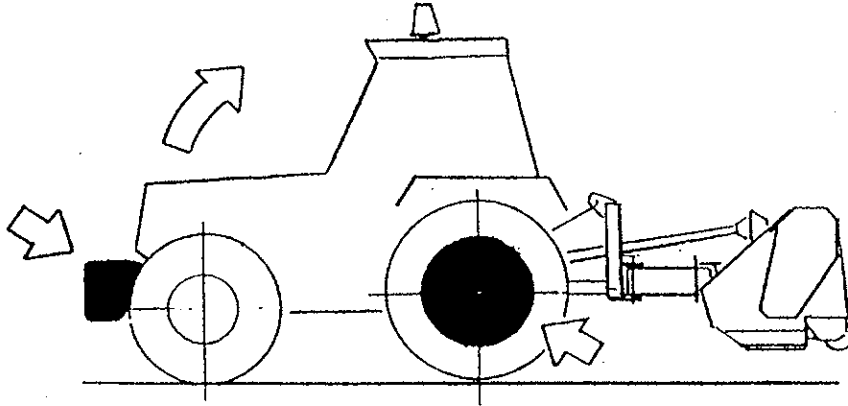

FIG. 11
- 本機を付けた状態で、トラクターの油圧で本機を上へ持ち上げて下さい。トラクターの片側が浮くようであれば、トラクターの前側にフロントウエートを装着し、本機と反対側の後輪ホイールにバランスウエートを装着してください。(図 11)